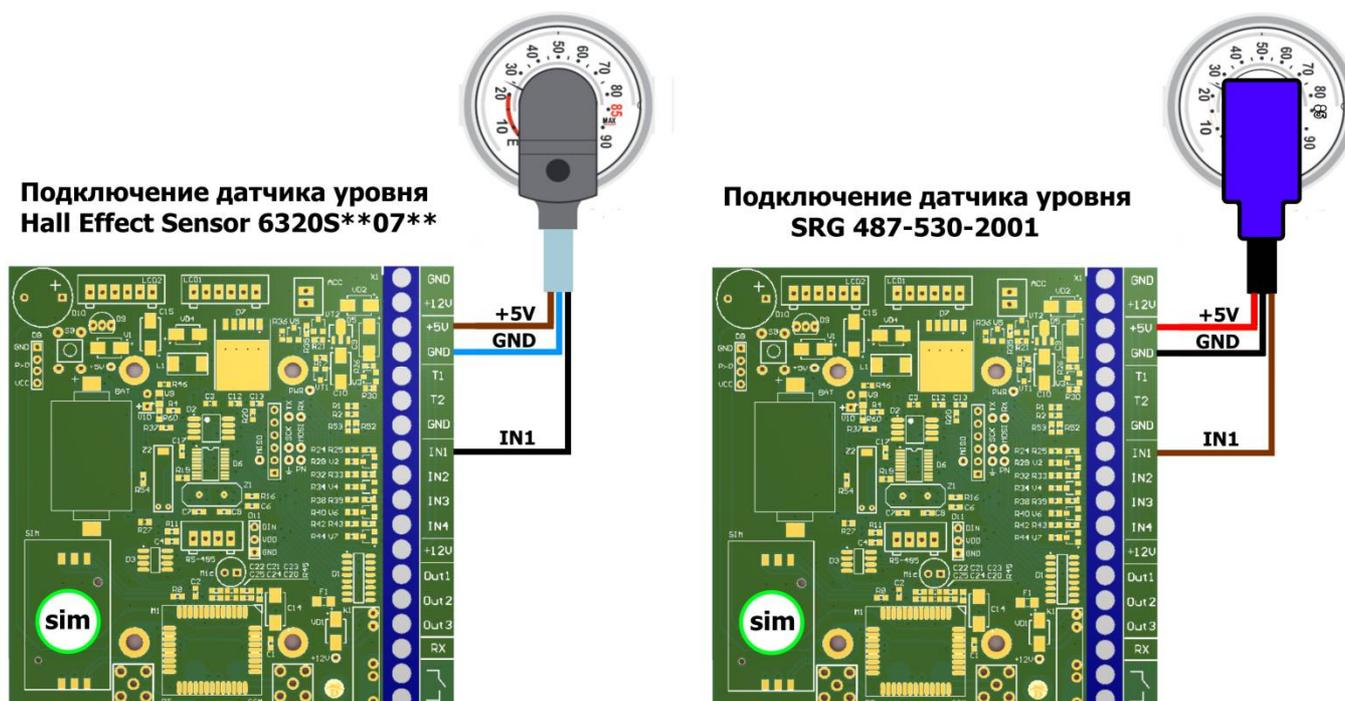

Рисунок 2
2. Через гермоввод (1) введите датчик уровня газа и подключите его согласно схеме подключения, показанной на Рис. 2. Затяните гайку гермоввода для придания герметичности соединению.
3. Установите SIM-карту в специальный лоток (2) для сим-карты.
4. Подключите GSM-антенну (3) к соответствующему разъему на корпусе прибора.
5. Подключите разъем элемента питания(4) к ответному разъему на плате (5). При подключении разъема соблюдайте полярность. Обратите внимание на направляющие разъема. Будьте внимательны!
К модему подключается GSM-антенна(3) и датчик уровня газа (см рис.2), который вводится через гермоввод. Активация модема происходит при нажатии на кнопку, которая находится на корпусе модема.